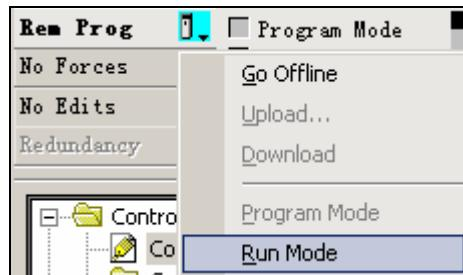

图 3-93 设为运行模式
34. 将处理器设置为 RUN ( 运行 ) 模式。可通过手动调节处理器上的钥匙位置。也可通过 RSLogix5000 软件 ( 此前钥匙位于 Remote ) , 如图 3-93 所示。